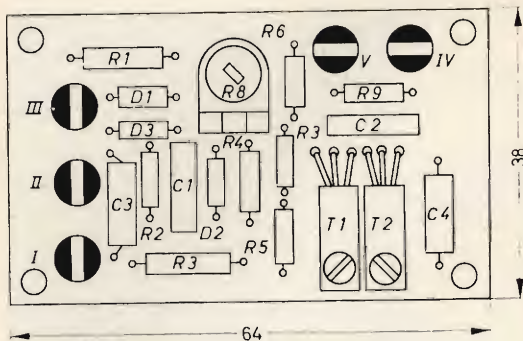

Fig. 2 - Posizione dei componenti sulla piastrina di bachelite.
Il contagiri può essere realizzato su una piastrina di bachelite con dimensioni di 64 x 38 mm. Nella fig. 2 è indicata la disposizione dei vari componenti su detta piastrina. A sinistra di questa piastrina si trovano i morsetti per l'applicazione sia della tensione di alimentazione (I/III) sia per l'applicazione dell'impulso proveniente dal ruttore (II). In alto, a destra, si trovano i morsetti dei fili di collegamento allo strumento. Disponendo sulla piastrina i componenti nella maniera da noi indicata (fig. 2) avremo dalla parte opposta un cablaggio che non prevede in nessun modo punti di incrocio. Ai quattro angoli della piastrina vengono fatti i fori per il fissaggio della medesima dentro un opportuno contenitore.